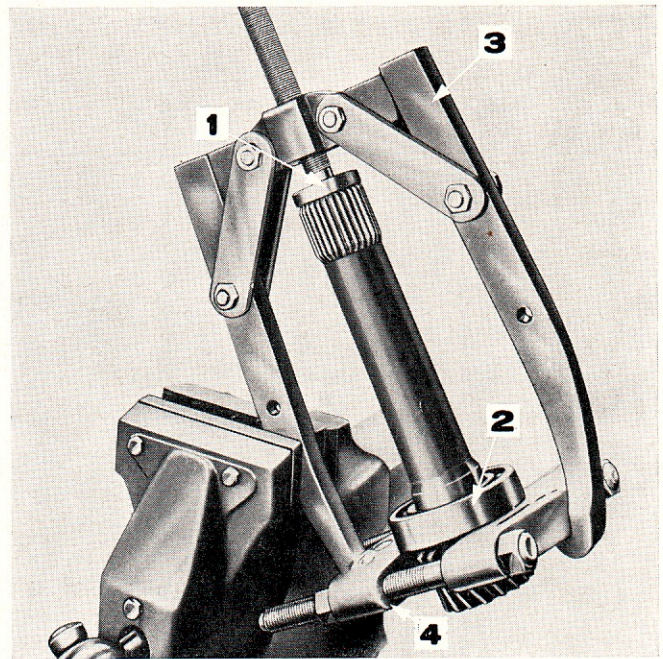

Figure 8: Dépose du roulement arrière d'arbre d'entrée de prise de force indépendante
- d. Inspecter la denture du pignon et les portées d'arrêt d'huile sur l'arbre d'entrée de prise de force indépendante. Rechercher les traces de dommages et d'usure excessive. Si nécessaire, déposer le jonc de l'arbre et retirer le roulement arrière à l'aide des outils No. 1003, 951 et 630-7 (fig. 8).